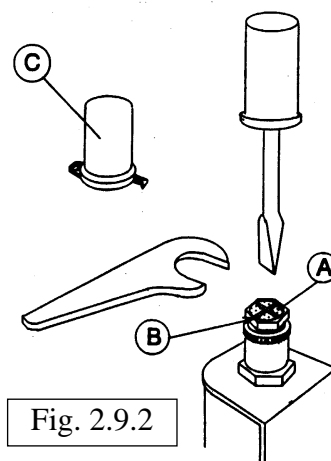

Fig. 2.9.2
- Smontare il cappuccio pos. C in fig. 2.9.2.
Regolare il modulatore di pressione della valvola gas, ved. fig. 2.9.2: smontare il cappuccio "C" in figura - Agire sul dado "B" per la regolazione del massimo, chiave da 10 mm, ruotandolo completamente a destra (senso orario) sino a portarlo in battuta: non serrare forte! Effettuare la regolazione del minimo tenendo presenti i valori indicati nella seguente tabella 2.10.3